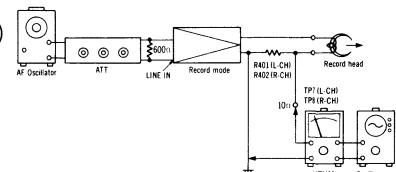

Fig. 17
E Courant d'enregistrement Condition: * Position lecture  Equipement: * Voltmètre électronique * Oscilloscope * Générateur AF * Atténuateur	<ol style="list-style-type: none"> <li>1. Branchez les appareils comme ci-dessous (Voir fig. 17).</li> <li>2. Arrêtez les oscillations de polarisation en dessoudant le point de jonction (C) pour le courant de polarisation ON ou OFF comme indiqué fig. 16.</li> <li>3. Alimenter d'un kHz (<math>-24\text{dB}</math>) et réglez le ATT de telle façon que le niveau de contrôle à la "LINE OUT" devienne 0,65V.</li> <li>4. Mesurez le voltage et calculez alors le courant d'enregistrement par la formule donnée ci-dessous:</li> </ol> <p>Courant d'enregistrement = <math>\frac{\text{Tension lue sur voltm. élec (V)}}{10(\Omega)}</math></p> <p>Valeur normale: Autour de <math>230\mu\text{A}</math> (position Metal), Autour de <math>180\mu\text{A}</math> (position CrO2), Autour de <math>150\mu\text{A}</math> (position Fe-Cr), Autour de <math>150\mu\text{A}</math> (position Normal)</p> <ol style="list-style-type: none"> <li>5. Si la valeur mesurée n'est pas correct, réglez les VR suivants: Position Metal ...VR205 (L-CH), VR206 (R-CH) Position CrO2 .....VR207 (L-CH), VR208 (R-CH) Position Fe-Cr ...VR209 (L-CH), VR210 (R-CH) Position Normal...VR211 (L-CH), VR212 (R-CH)</li> </ol>
E Aufnahmestrom Bedingung: * Aufnahme  Meßgerät: * Röhrenvoltmeter * NF-Generator * Abschwächer	<ol style="list-style-type: none"> <li>1. Den Meßaufbau zeigt Fig. 17</li> <li>2. Vormagnetisierung durch Loslöten der Anschlußstelle (C) für Vormagnetisierungsstrom ON oder OFF in Fig. 16.</li> <li>3. 1kHz-Signal (-24dB) zuführen und ATT abgleichen, bis Monitorpegel an LINE OUT 0,65V ist.</li> <li>4. Spannung messen und dann Aufnahmestrom nach folgender Formel berechnen.  <math display="block">\text{Aufnahmestrom} = \frac{\text{Spannung am Röhrenvoltmeter (V)}}{10 \text{ (Ohm)}}</math> <p>NORMALWERT: Ungefähr 230<math>\mu</math>A (Metal position) Ungefähr 180<math>\mu</math>A (CrO2 position) Ungefähr 150<math>\mu</math>A (Fe-Cr position) Ungefähr 150<math>\mu</math>A (Normal position)</p> <li>5. Falls der gemessene Wert nicht der Toleranz liegt, die folgenden VR abgleichen.            Metal position ...VR205 (L-CH), VR206 (R-CH)            CrO2 position .....VR207 (L-CH), VR208 (R-CH)            Fe-Cr position ...VR209 (L-CH), VR210 (R-CH)            Normal position...VR211 (L-CH), VR212 (R-CH)</li> </li></ol>
E Recording current Condition: * Record mode Equipment: * VTVM * Oscilloscope * AF oscillator * ATT	<p>1. Test equipment connection is shown in fig. 17.      2. Stop bias oscillation by unsoldering the connection point (C) for bias current ON or OFF in fig. 16.      3. Supply 1kHz signal (-24 dB) and adjust ATT until monitor level at LINE OUT becomes 0.65 V.      4. Measure voltage and then calculate recording current by formula given below.</p> $\text{Recording current} = \frac{\text{Value read on VTVM (V)}}{10 (\Omega)}$ <p>Standard value: around 230μA (Metal position), around 180μA (CrO2 position), around 150μA (Fe-Cr position), around 150μA (Normal position)</p> <p>5. If the measured value is not within standard, adjust the following VR.      Metal position ..... VR205 (L-CH), VR206 (R-CH)      CrO2 position ..... VR207 (L-CH), VR208 (R-CH)      Fe-Cr position ..... VR209 (L-CH), VR210 (R-CH)      Normal position ..... VR211 (L-CH), VR212 (R-CH)</p>